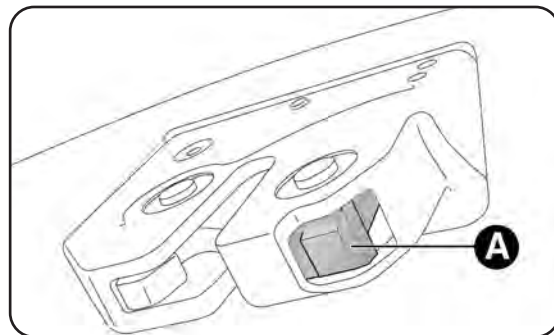

fig. 70
- premi sulla levetta A-fig. 70.